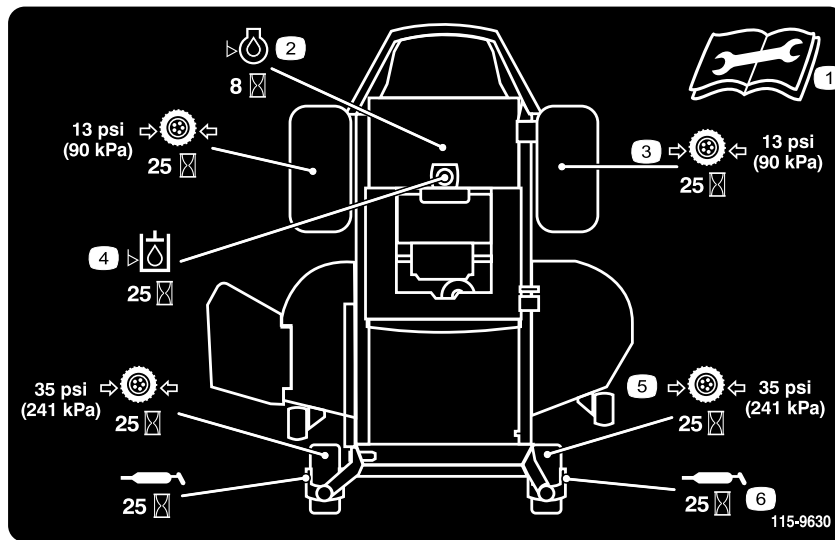

Figure 33
3. Nettoyez les graisseurs (Figure 34 et Figure 33) à l'aide d'un chiffon. Grattez la peinture qui pourrait se trouver sur les graisseurs.
4. Raccordez une pompe à graisse à chaque graisseur (Figure 34 et Figure 33). Injectez de la graisse dans les graisseurs jusqu'à ce qu'elle commence à sortir des roulements.